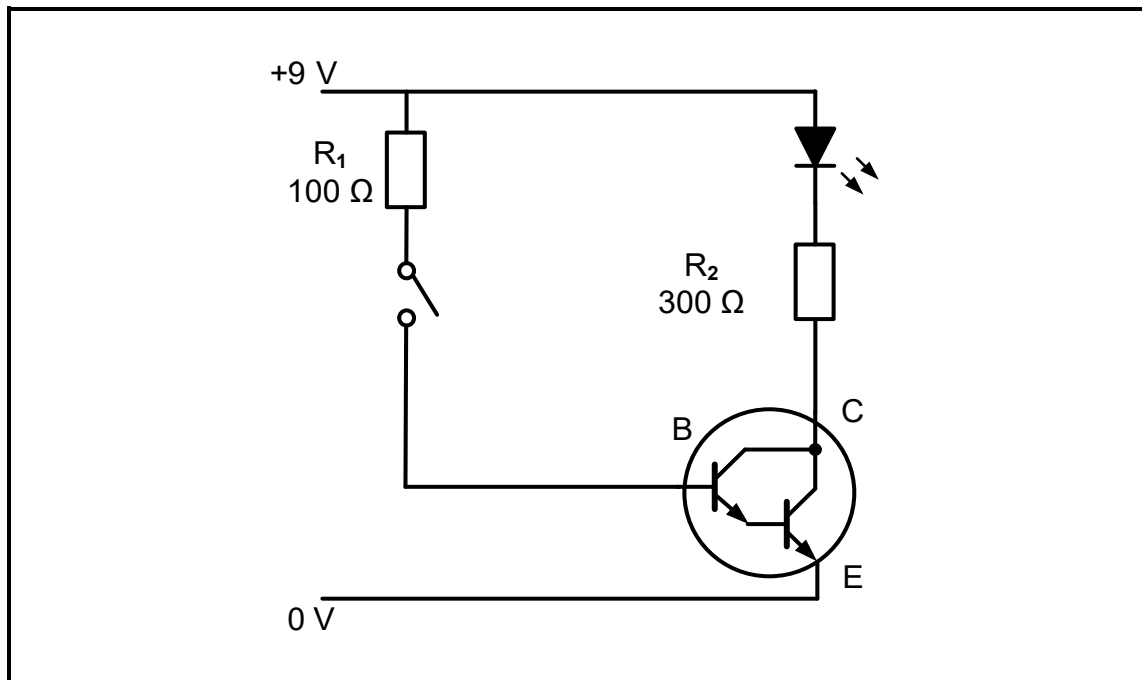

**FIGUUR 4.3: KONSTRUKSIE VAN 'N MOSVET**
4.3 Verwys na FIGUUR 4.3 hieronder en beantwoord die vrae wat volg.
- 4.3.1 Identifiseer die modus waarin die MOSVET in FIGUUR 4.3 hierbo werk. (1)
- 4.3.2 Benoem **A** in FIGUUR 4.3 hierbo. (1)
- 4.3.4 Beskryf kortliks die werksbeginsel van die MOSVET in FIGUUR 4.3 hierbo wanneer 'n negatiewe potensiaal op die hek toegepas word. (3)